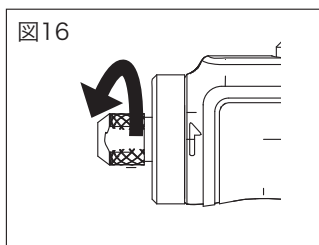

図16
3. コレットナットを反時計回り（本体に印のある➡の方向）に回して緩め、コレットナットとコレットをスピンドルから取り外します。（図16）